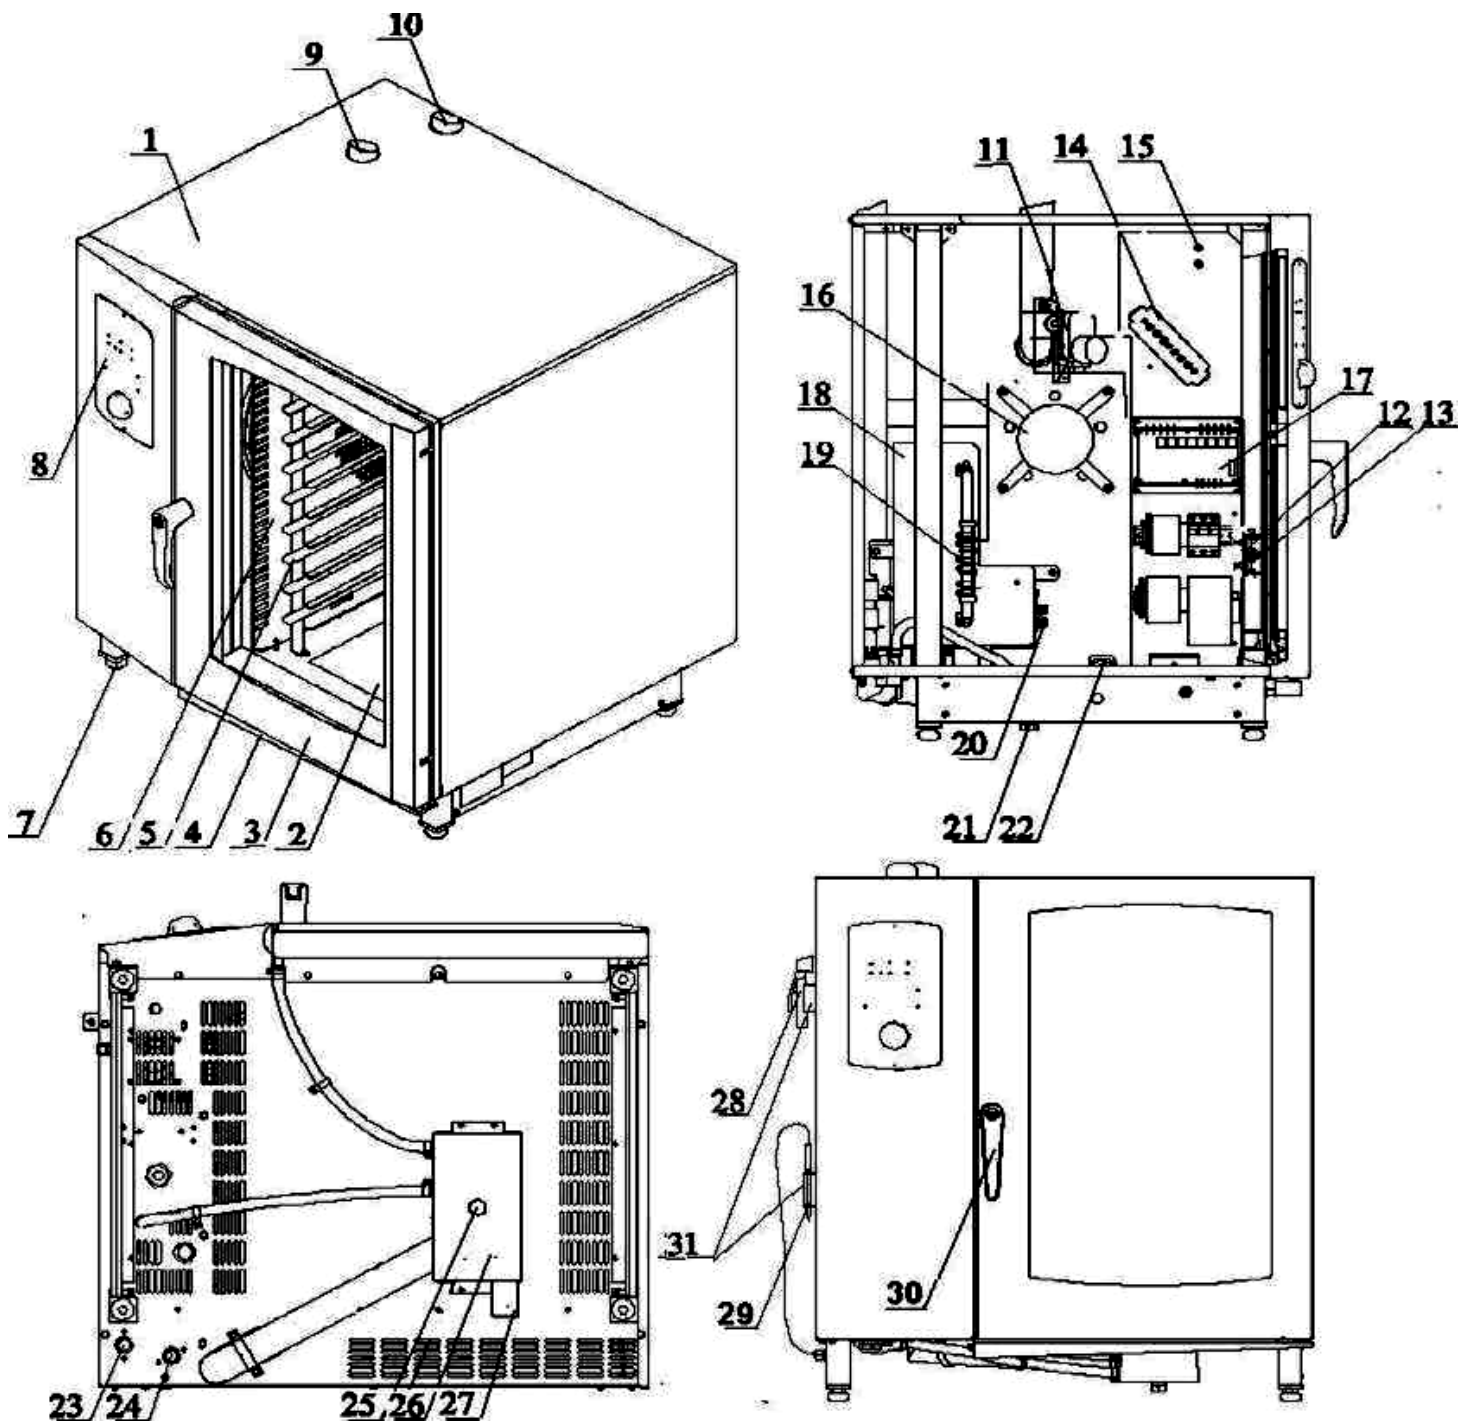

Рис.1. Пароконвектоматы «Рубикон» АПК6-1/1 и АПК10-1/1.
3.5. Для обеспечения работы системы парообразования и охлаждения конденсата, сбрасываемого в канализацию, изделие должно быть подключено к водопроводной сети через оба клапана 23, 24 (Рис.1). Качество воды должно соответствовать нормативам СанПиН 2.1.4.1074-01.
3.16. Для установки душирующего устройства и шупа на левой стенке предусмотрены кронштейны 31 (рис.1.)